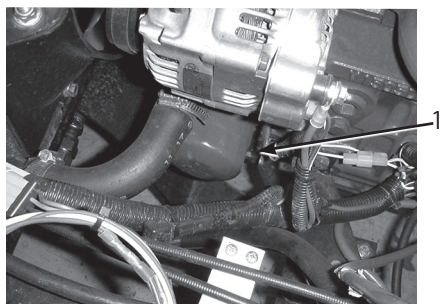

図33
7. 古いフィルタを外す (図33)。
10. アダプタに新しいフィルタを取り付ける。ガスケットがアダプタに当たるまで手でねじ込み、そこから更に1/2回転増し締めする (図33)。